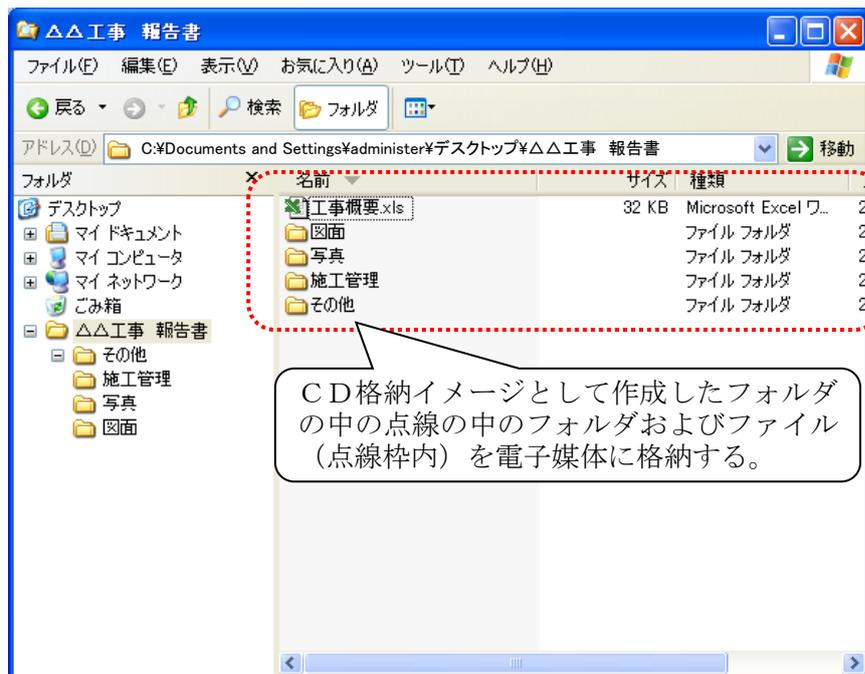

図 2-12 電子成果品のCD格納イメージ (パソコンの画面例)
- ・ パソコンのハードディスク等に新たにフォルダを作成し、「2.5 電子成果品の作成受注者」に従って作成した「工事概要」「図面」「写真」等のファイルおよびフォルダを格納する。(図 2-12 参照)